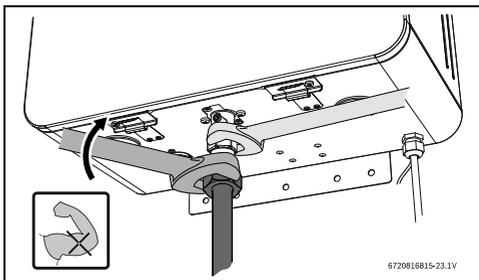

Fig. 24 Serrer le tuyau de gaz
- ▶ Serrer le tuyau de gaz avec le support d'une clé plate, voir fig. 24.